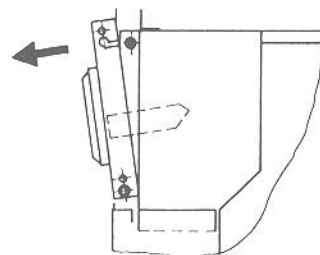
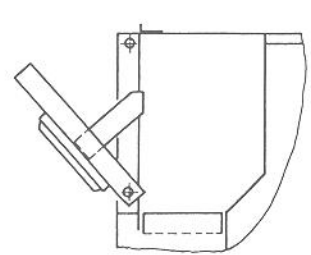

Abb. 6e
Abb. 6f
- Schaltfeldblende aus oberen Tellerbolzen herausziehen (Abb. 6e) und bis zum Anschlag nach vorn herausklappen (Abb. 6f).